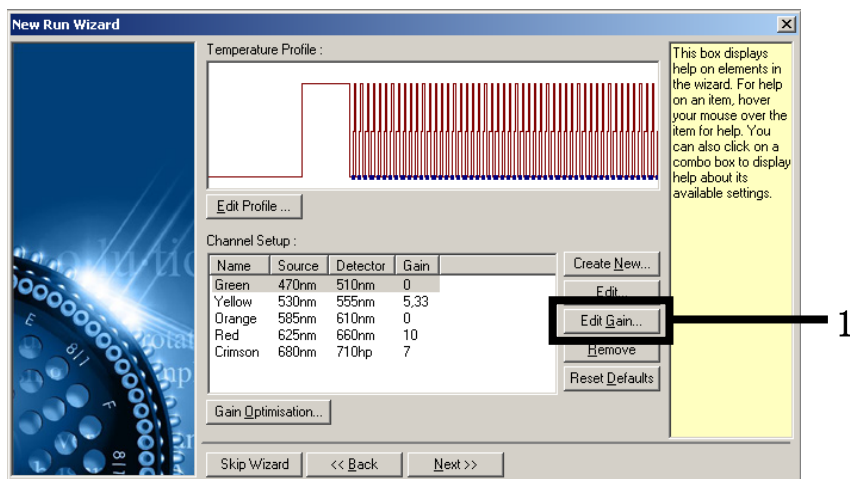

図 5.手動によるゲイン値の編集
6. [Edit Gain (ゲインの編集)] をクリックして、手動でゲイン値を編集します (図5)。